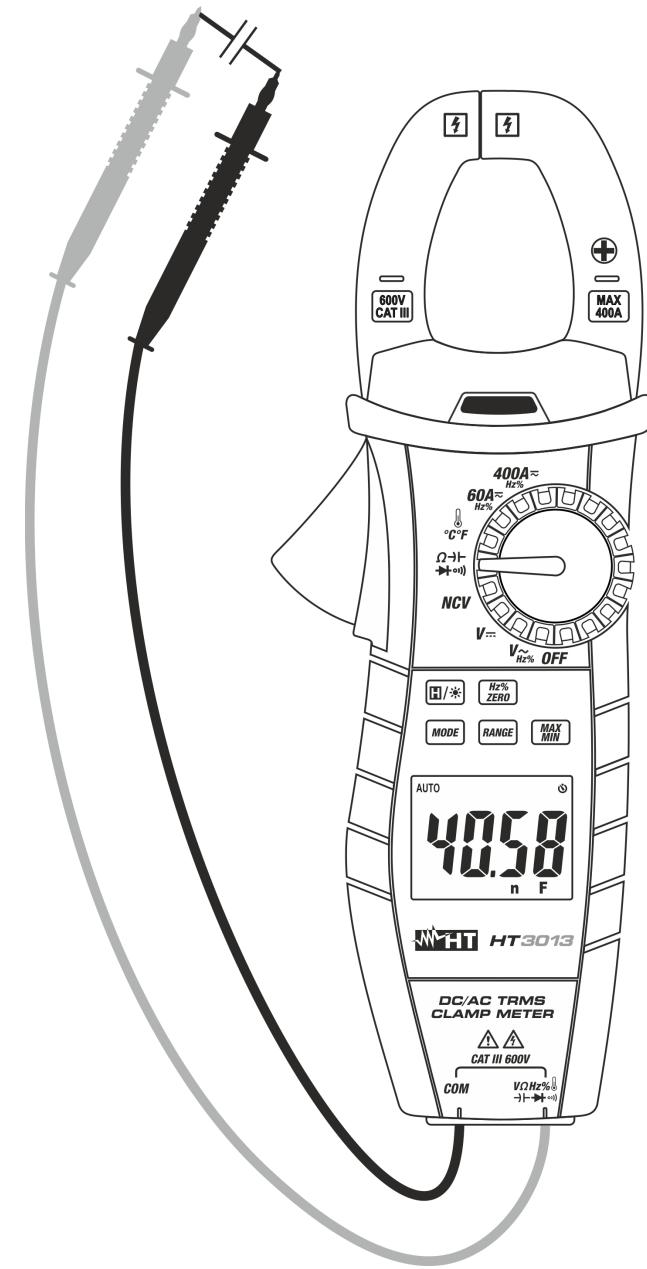

Fig. 9: Utilização da pinça na Medição de Capacidades
4. Colocar as ponteiras nos pontos pretendidos do circuito em exame (ver Fig. 9). O valor da capacidade será apresentado no display.